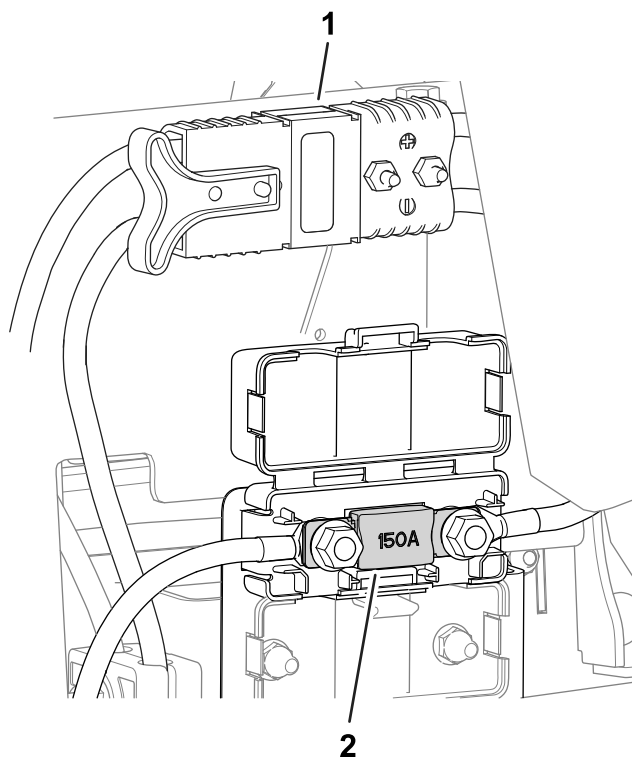

Figura 58
- O fusível do sistema elétrico encontra-se por baixo dos conectores de alimentação (**Figura 58**).